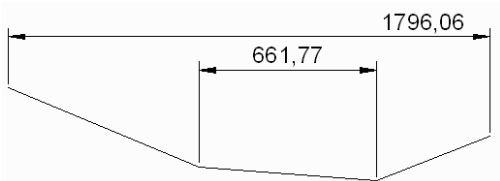

Рис. 3.52. Ступенчатые размеры
- ◆ **Ступенчатый** (Staggered) — задание ступенчатых размеров (аналог цепи, но размеры выстраиваются в виде ступеней) (рис. 3.52);